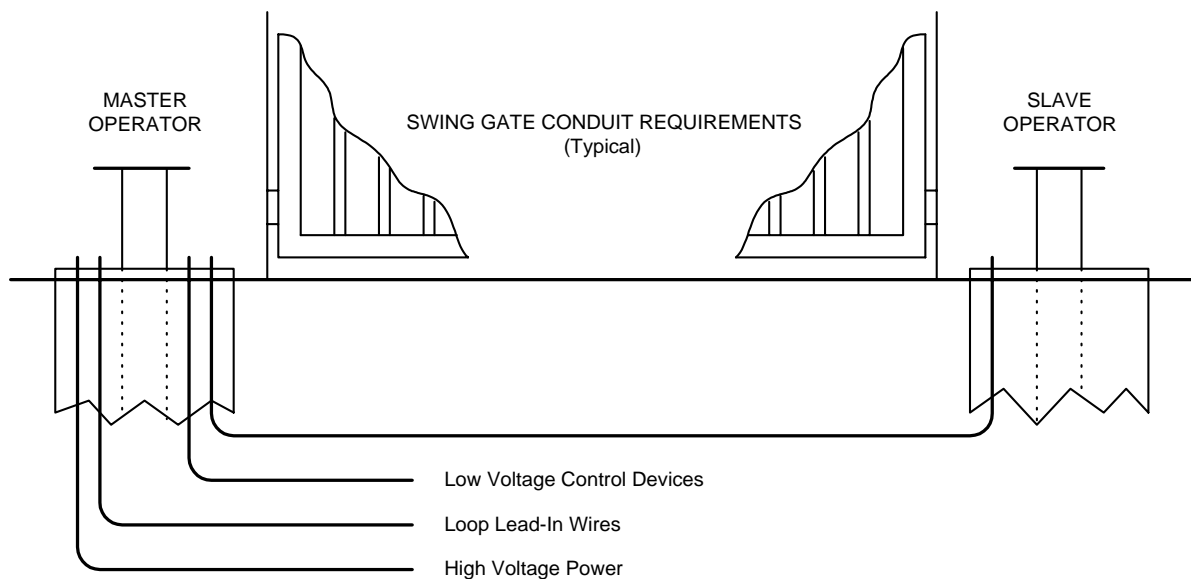

Figura 24
- Los requisitos del conducto demostrados en el Figura 24 está para una instalación típica del operador de portón de oscilación ( demuestran el operador auxiliar para esos usos donde un operador auxiliar puede ser utilizado). Los requisitos del conducto para su uso pueden variar de esto dependiendo de sus necesidades específicas.
- Conectar los dispositivos opcionales del control con la tira terminal principal de operador según lo demostrado en el Figura 24. Este seguro que todas las conexiones eléctricas están hechas de acuerdo con los lugares geométricos de los códigos eléctricos. Alambre para todo el cableado de la baja tensión, distancia máxima del AWG del uso 18 3000 pies (914.4 m). Utilice un suppresser de la oleada de la baja tensión, DoorKing P/N 1878-010 si los funcionamientos del alambre de la baja tensión exceden 1000 pies (304.8 m). Todas las entradas a la tira terminal deben estar NORMALMENTE ABIERTOS.